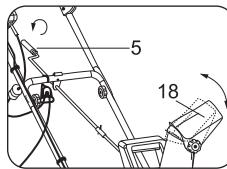

рис. 9
Отрегулируйте направление выпускного желоба, поворачивая ручку (A) для поворота (рис. 9).
Для регулировки угла наклона дефлектора ослабьте крепление дефлектора, задайте нужный угол и закрепите (рис. 9).